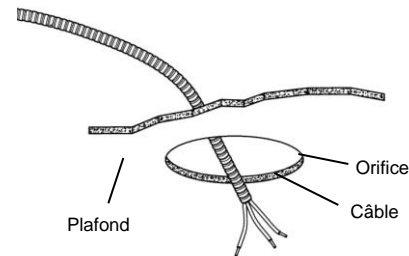

Fig. 3
3. Passez un câble armé (BX) ou un câble non métallique (NM) (également appelé câble Romex) du disjoncteur ou de la boîte de fusibles jusqu'à l'orifice de 14,0 cm (5 ½ in.), en laissant dépasser une longueur de 15,2 cm (6 in.) - 20,3 cm (8 in.) hors de l'orifice. Vous pouvez utiliser un câble de calibre 12 AWG ou moins. (Fig. 3) **MISE EN GARDE : utilisez des fils d'alimentation conçus pour résister à une température de 90° et plus.**